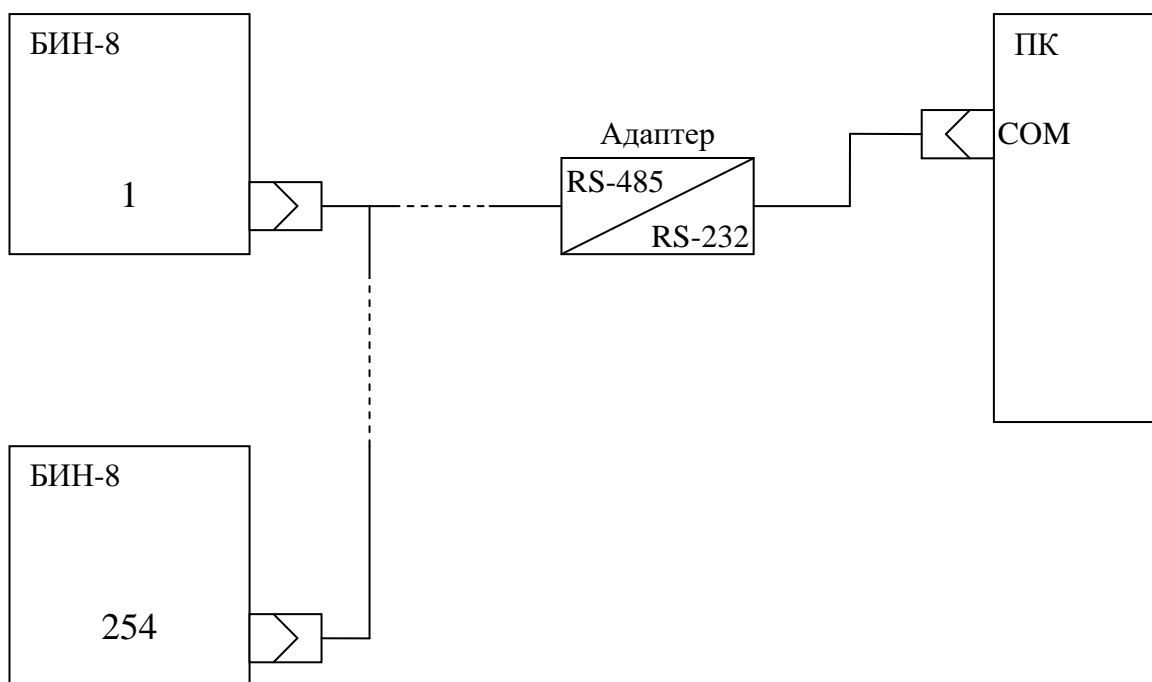

Рисунок 1. Схема подключения нескольких БИН-8.
3.2.2. После установки программы необходимо подключить контроллеры БИН-8 в соответствии с требованиями руководств по эксплуатации контроллеров и вышеприведенной схемой (Рисунок 1). Программа запускается при подключенном контроллере посредством ярлыка или файлом BIN8net.exe.